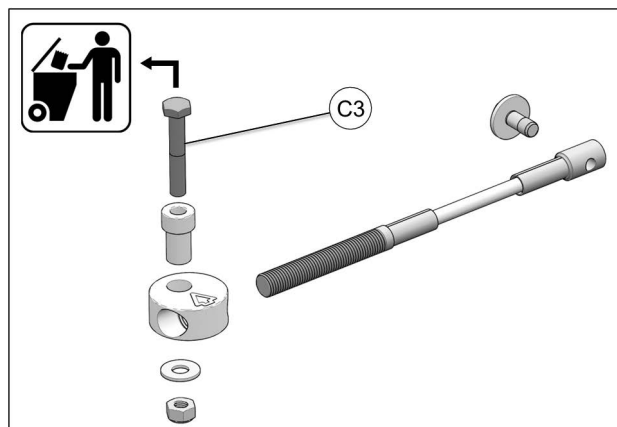

Fig. 20
12. Retirer et jeter les deux boulons M10 (C3) des ensembles limiteur de conduite. Voir la Fig. 20